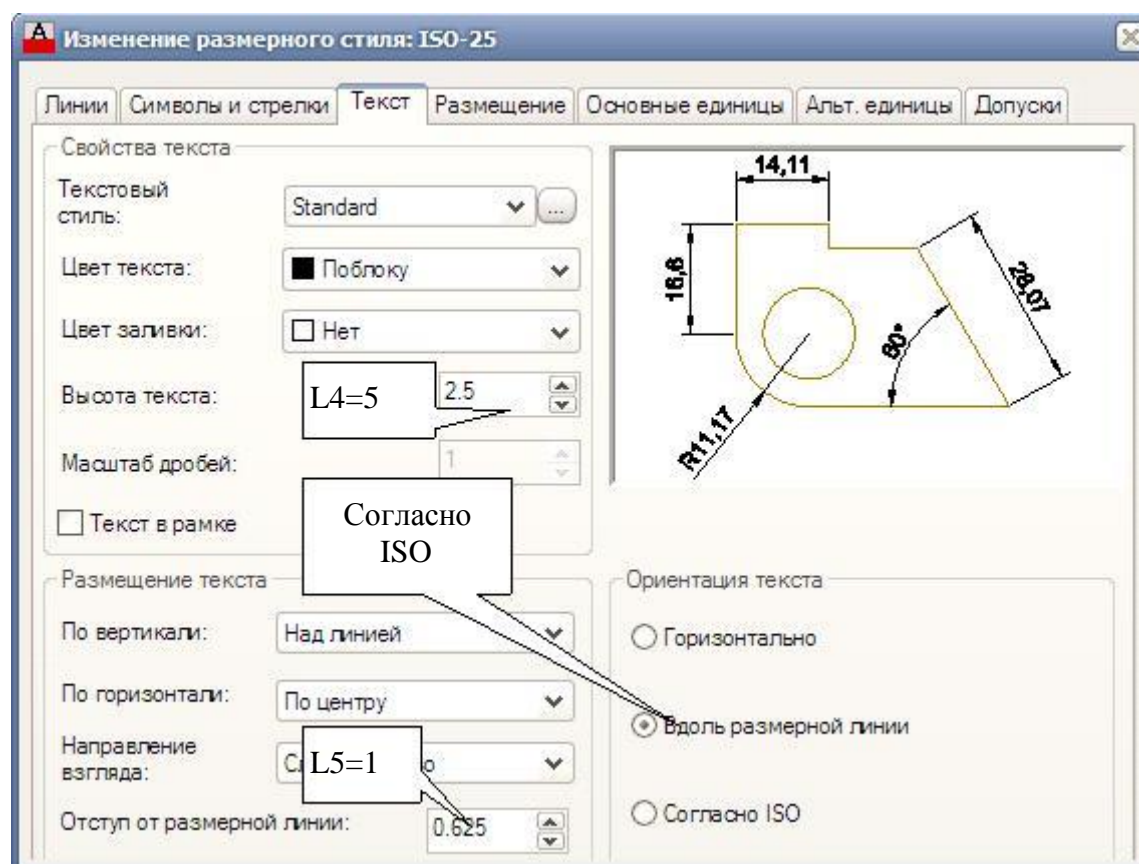
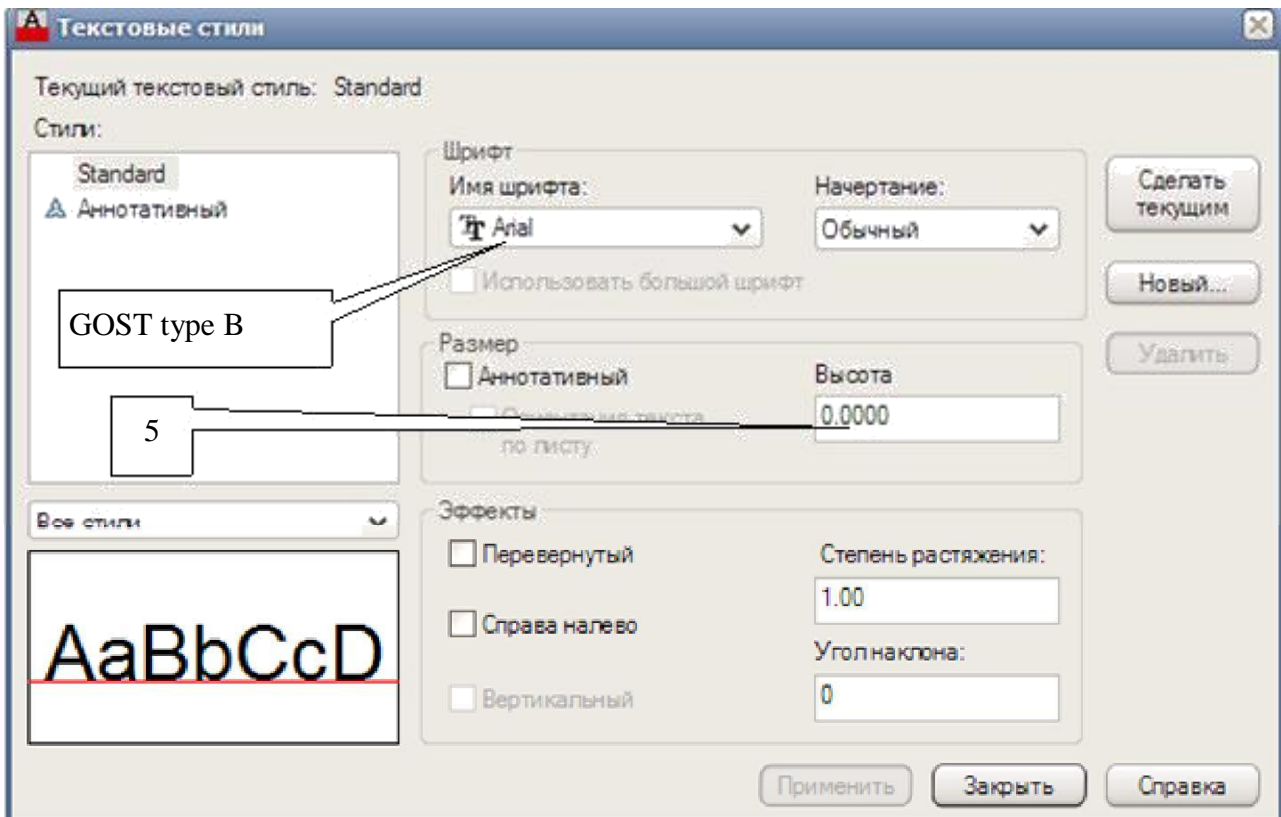

Рис. 3.8. Фрагмент окна **Изменение размерного стиля: ISO-25 (Modify Dimension Style: ISO-25)** вкладки **Текст (Text)**
Рис. 3.9. Окно **Текстовые стили (Text style)**
– вкладка **Текст (Text)** → **Высота текста (Text height)** – 5, **Отступ от размерной линии (Offset from dim line)** – 1, **Ориентация текста (Text alignment)** → **Со-гласно ISO (ISO standard)** (рис. 3.8). Щелкнуть на кнопке **...** **Текстовый стиль (Text style)** и в открывшемся диалоговом окне **Текстовые стили (Text style)** (рис. 3.9) выбрать имя шрифта **GOST Type B**, а затем щелкнуть на кнопке **Применить (Apply)**;